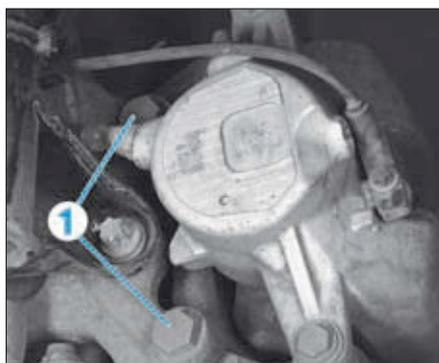

FIG. 5
- Déposer les vis de fixation (1) du support d'étrier (Fig.5).